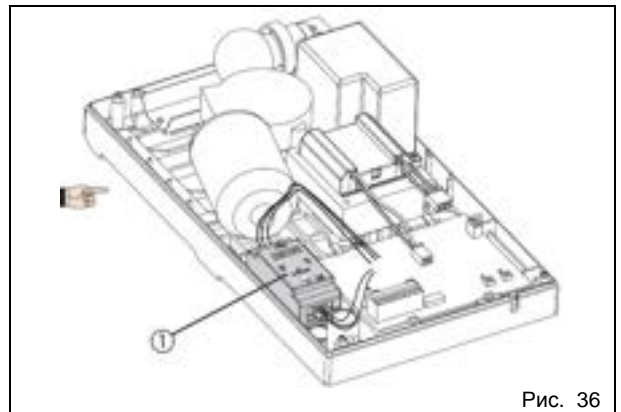

Рис. 36
Привод позволяет легко подключить систему защиты от раздавливания, так как блок управления системы защиты крепится к плате привода прямо на месте (рис. 36, поз. 1). Процедура выполняется в следующем порядке:
- Установить блок управления, как показано на рис. 36.